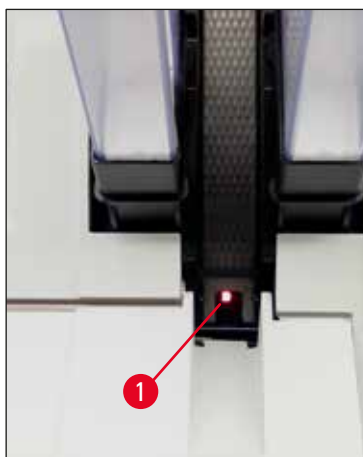

Fig. 49
- Station de prélèvement (→ "Fig. 49")